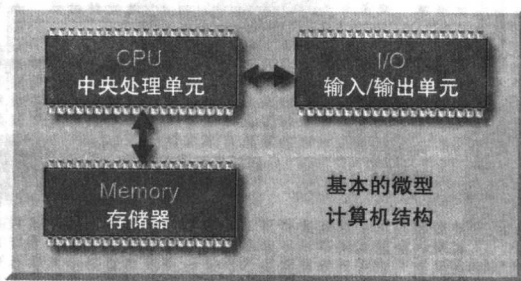

图1-1 微型计算机基本结构
一般来说, 微电脑系统包括中央处理单元 (CPU)、存储器 (Memory) 及输入/输出单元 (I/O) 3大部分, 如图1-1所示。CPU就像是人的大脑一样, 主宰整个系统的运行; Memory存放系统运行所需的程序及数据, 包括只读存储器 (ROM, Read Only Memory) 和随机访问存储器 (RAM, Random Access Memory), 通常ROM用来储存程序或永久性的数据, 称之为程序存储器, RAM则是用来储存程序执行时的临时数据, 称之为数据存储器; I/O是微型计算机与外部沟通的管道, 其中包括输出与输入。这3部分分别由不同的部件 (IC) 组成, 把它们组装在电路板上即可形成一个微型计算机。